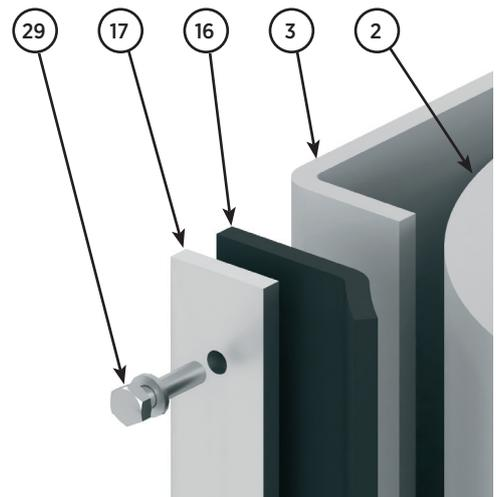

Fig. 14
13. Soltar y extraer los tornillos que amarran las bridas y las juntas con el soporte junta de giro (fig. 14).